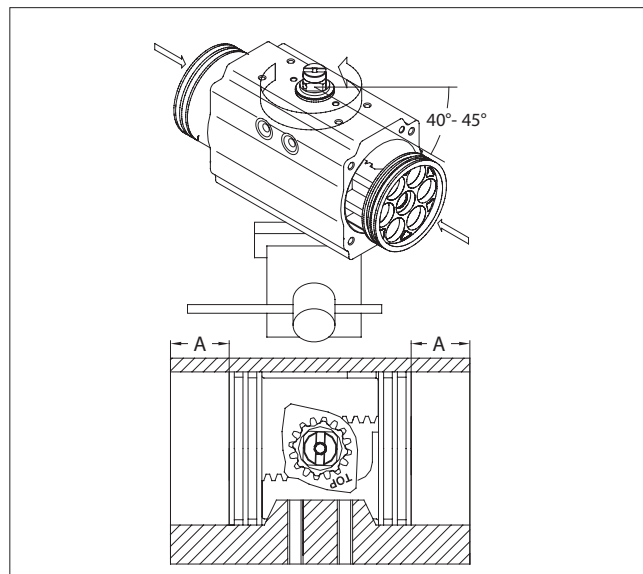

Abb. 12.
- E. Für eine Baugruppe mit Normaldrehung (nach rechts/im Uhrzeigersinn zum Schließen) wird das Gehäuse (50) 40 bis 45° nach links (Ansicht des Stellantriebs von unten) oder nach rechts (Ansicht des Stellantriebs von oben) (siehe Abb.12) gedreht.
- F. Drücken Sie beide Kolben (40) gleichzeitig in das Gehäuse (50), bis die Kolbenzahnstangen eingerastet sind und das Gehäuse nach rechts (Ansicht des Stellantriebs von unten) oder nach links (Ansicht des Stellantriebs von oben) dreht, bis der Hub abgeschlossen ist.
- G. Drücken Sie beide Kolben (40) nach innen und messen Sie den Abstand von der Gehäusekante zur Kolbenoberfläche (40) auf jeder Seite (siehe Abmessung „A“ in Abb. 12), um zu gewährleisten, dass die Kolbenzähne (40) gleichmäßig eingerastet sind. Falls die Werte auf den beiden Seiten unterschiedlich ausfallen, entfernen Sie die Kolben und wiederholen alle Schritte ab Schritt 2d.